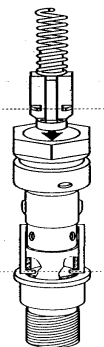

Рис. 8
- Поместите стержень (7) на верстаке в вертикальное положение резьбовой частью вниз так, чтобы рычаг (8) был направлен в противоположную от вас сторону. Вставьте пластиковый поршень (14) вместе с пружиной (15) внутрь стержня, повернув поршень (14) в положение, показанное на рис. 8.